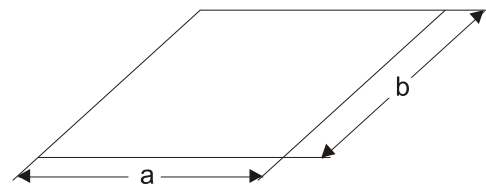

Рис. 2.11
**2.37.** Нагретая горизонтально расположенная плита размерами  $a \times b = 2 \times 3\text{ м}$  охлаждается на воздухе (рис. 2.11). Температура поверхности плиты  $t_c = 100\text{ }^{\circ}\text{C}$ , температура окружающего воздуха вдали от плиты  $t_{жк} = 20\text{ }^{\circ}\text{C}$ .